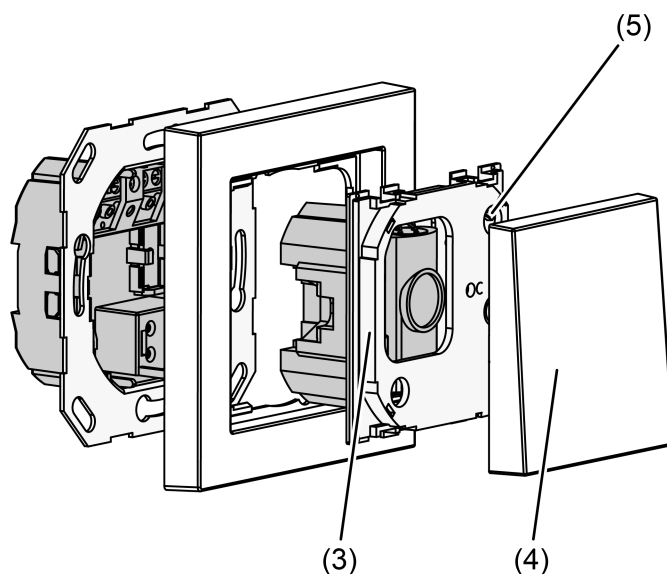

Bild 6: Lage der Programmieraste und -LED
Die Programmieraste befindet sich hinter der Blindabdeckung (4) auf dem Elektronikaufsatz (3) (Bild 6).
- Die Blindabdeckung (4) abnehmen, sofern sie bereits montiert ist.
- Programmiermodus aktivieren: Programmieraste (5) drücken.